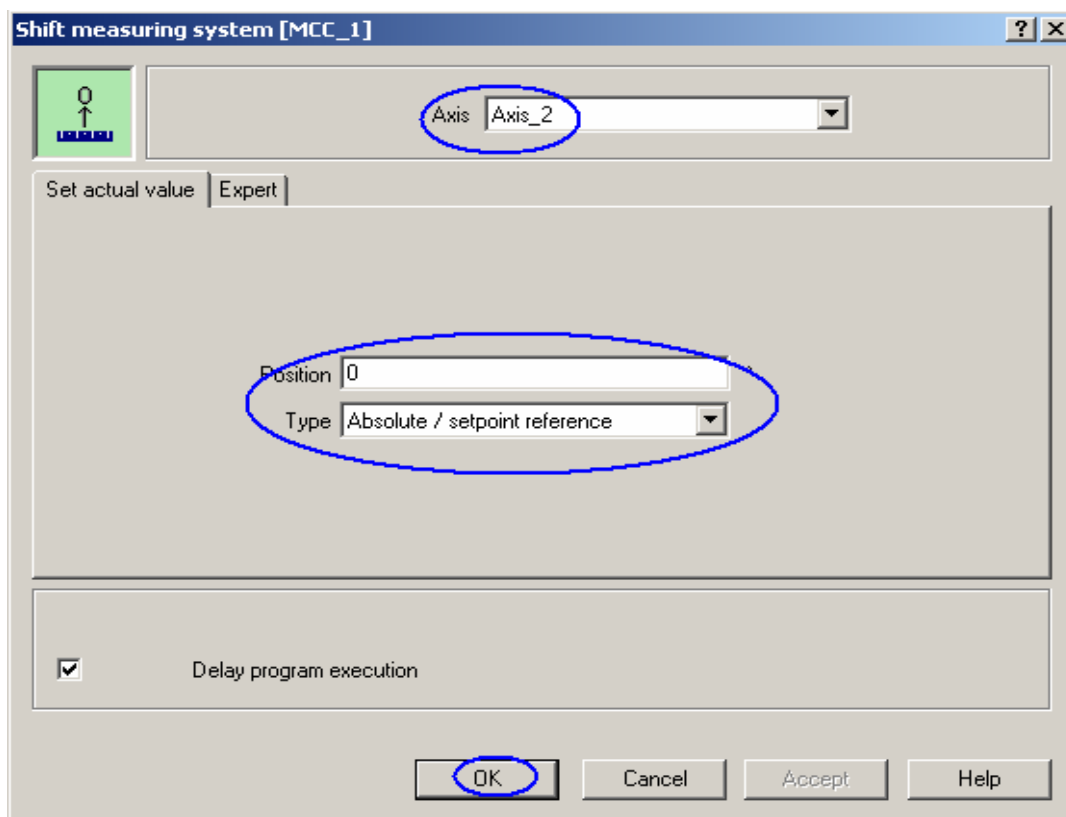

图. 49
⑤插入“Axis_2”的“坐标偏移”命令，将当前座标值清零。如图 49